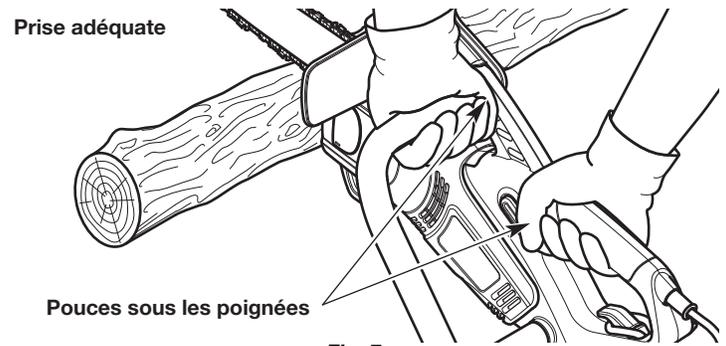

Fig. 7
- Encercler fermement les poignées ou la perche avec les pouces et les doigts (Fig. 7). Cela permettra de réduire le risque de perte de contrôle de l'appareil en cas de rebond. Toute prise avec les pouces et les doigts du même côté des poignées ou de la perche est dangereuse (Fig. 8).